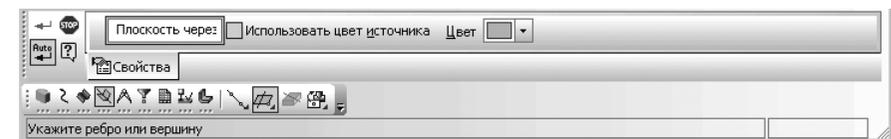

Рис. 8.8. Панель свойств: Плоскость через ребро и вершину,
- переместите указатель мыши с нажатой левой кнопкой мыши на кнопку **Плоскость через ребро и вершину** и отпустите кнопку мыши. Появится **Панель свойств: Плоскость через ребро и вершину**, показанная на рис. 8.8. **Панель свойств: Плоскость через ребро и вершину** позволяет создать одну или несколько вспомогательных плоскостей, каждая из которых проходит через прямолинейный объект и точку. Опорным прямолинейным объектом для построения плоскости может служить ребро, вспомогательная ось или отрезок в эскизе. Опорной точкой может быть вершина, характерная точка графического объекта в эскизе (например, конец отрезка, центр окружности и т.п.) или начало координат. Рассмотрим на том же примере построение **Плоскости через ребро и вершину**.